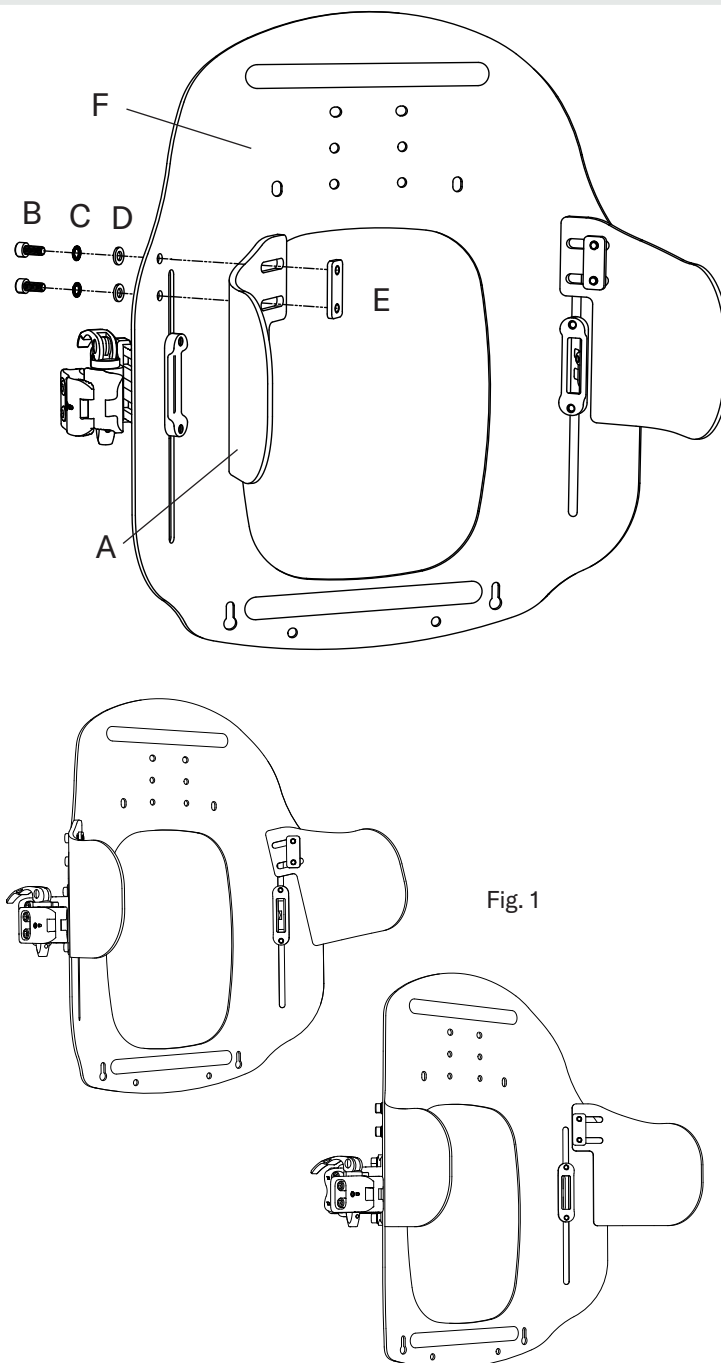

Fig. 1
4. Ajuste conforme necessário: Use a chave Allen de 5 mm para soltar os parafusos e ajustar a rotação ou o posicionamento medial-lateral. [Fig. 1] Aperte novamente os parafusos até que fiquem firmes.